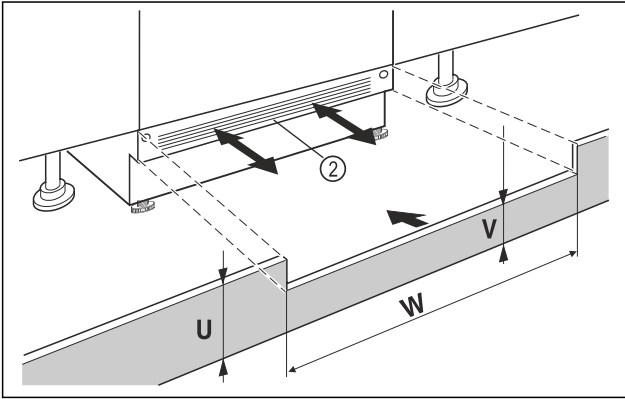

Fig. 39 Przykładowa prezentacja
- ▶ Założyć listwę maskującą cokoł urządzenia Fig. 39 (2), ale jeszcze nie mocować.
- ▶ Przy widocznej listwie maskującej cokoł Fig. 39 (2) pociągnąć ją przodu, tak by przednia krawędź kratki wentylacyjnej oraz listwy maskującej cokoł tworzyły jedną płaszczyznę.
- ▶ Przy zakrytej listwie maskującej cokoł Fig. 39 (2), przesunąć listwę całkowicie do tyłu.
- ▶ Zwrócić uwagę na to, by kratki wentylacyjne były odstosowane: W razie potrzeby wysokość listwy maskującej cokoł Fig. 39 (U) można dopasować!
- ▶ Na całej szerokości wnęki Fig. 39 (W) należy dopasować wysokość podstawy Fig. 39 (V) pod listwą maskującą cokoł urządzenia Fig. 39 (2).